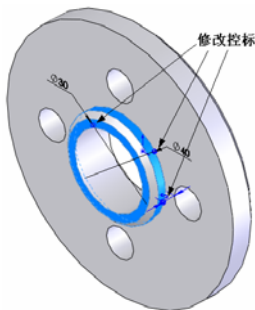

图 6-73 选择特征的图形
① 执行命令。单击“特征”工具栏中的“Instant3D”图标，开始动态修改特征操作。
② 选择需要修改的特征。单击“FeatureManager 设计树”中的“拉伸 2”，视图中该特征被亮显，如图 6-73 所示。同时，出现该特征的修改控标。